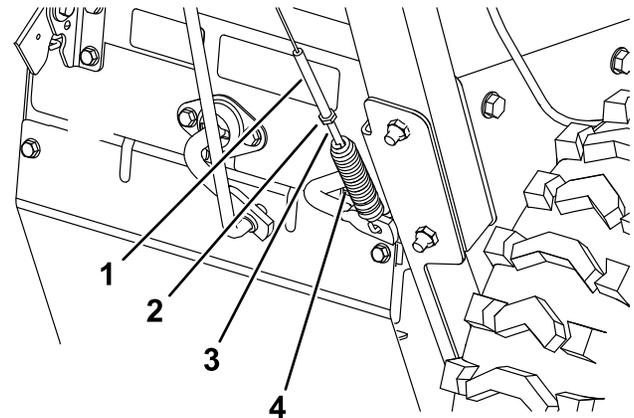
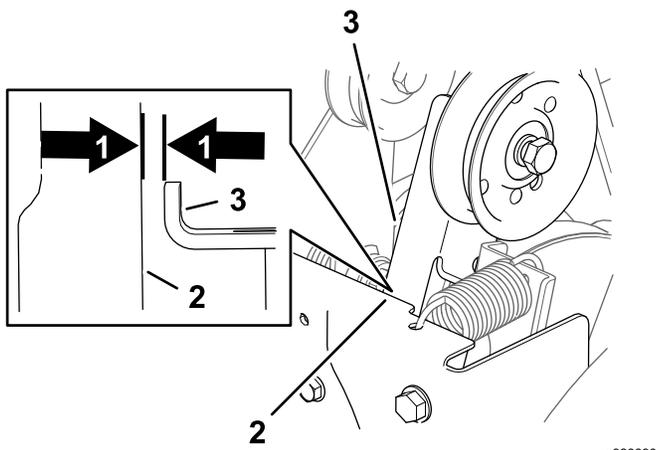

Figura 40
Figura 41
1. Afloje la contratuerca (Figura 40).
2. Gire el ajustador de tensión del muelle hasta que haya un espacio de 1.5 mm (1/16") entre el bastidor y el brazo del embrague del cepillo (Figura 40 y Figura 41).
3. Apriete la contratuerca (Figura 40).